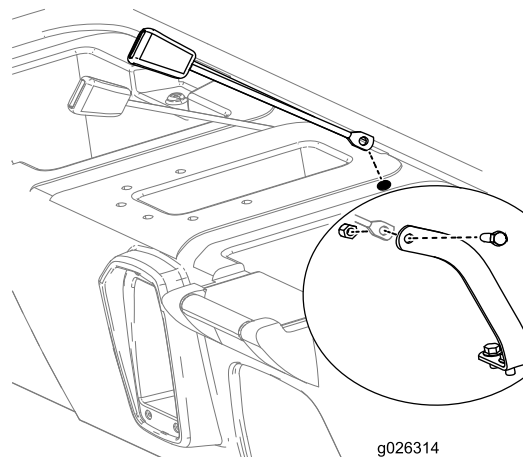

Figura 10
8. Inserite il lato di montaggio dell'estremità ricevente di ciascun gruppo di blocco della cintura di sicurezza in uno dei fori appena praticati nella base del sedile (Figura 10).
9. Montate l'estremità ricevente di ciascun gruppo della cintura di sicurezza su ciascun ancoraggio della cintura di sicurezza con un bullone (7/16 poll.) e un dado (7/16 poll.), come illustrato nella Figura 10.